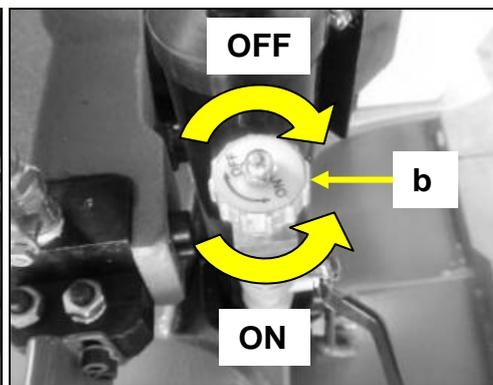

Fig 45
- Réglez la vitesse de descente avec la molette ON/OFF (b) (Fig 45):